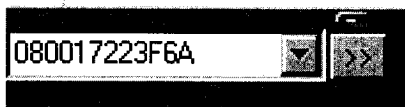

Рисунок 3
3.2 Ввести вручную или выбрать из всплывающего списка BD адрес Регистратора ЭКГ (см. рис. 3).